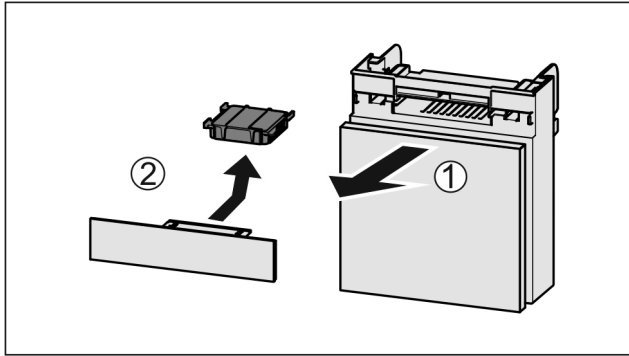

Fig. 48
- ▶ Fach nach vorne herausziehen Fig. 48 (1).
- ▶ Aktivkohlefilter entnehmen Fig. 48 (2).